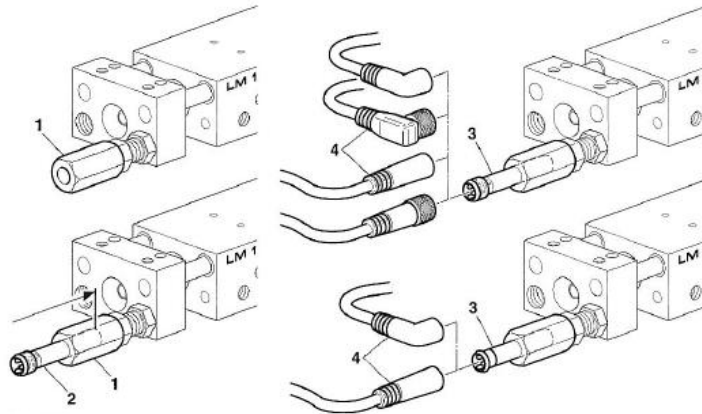

Abb. 14 Montage Initiator 6.5 mm
1. Initiatorhalter (Abb. 14, 1) auf Anschlagsschraube schrauben.
2. Initiator (Abb. 14, 2) bis zum Anschlag in den Initiatorhalter stecken.
3. Initiatorhalter (Abb. 14, 1) leicht festziehen.
4. Stecker (Abb. 14, 4) montieren.